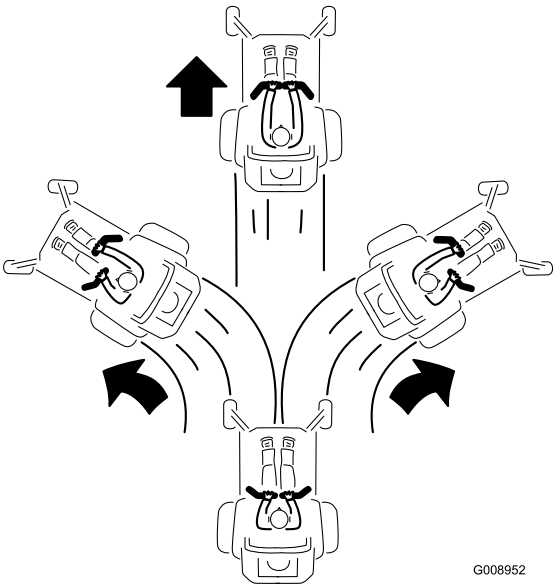

Figura 17
2. Para ir hacia adelante, empuje lentamente las palancas de control de movimiento hacia adelante (Figura 17).
Para ir en línea recta, aplique la misma presión a ambas palancas de control de movimiento (Figura 17).
Para girar, deje de empujar la palanca de control de movimiento del lado al que desea girar (Figura 17).